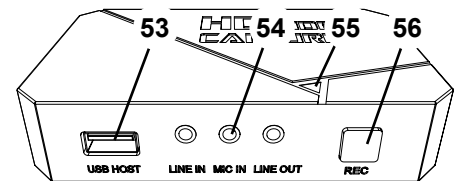

Fig. 35
- ⇒ Pressione o botão REC (56, Fig. 35) no HDMI Video-Recorder.
- ◆ O LED de sinal (55, Fig. 35) acende-se vermelho.
- ⇒ Conecte o cabo do microfone do headset (conector rosa) na conexão MIC IN (54, Fig. 35) (identificada a rosa).